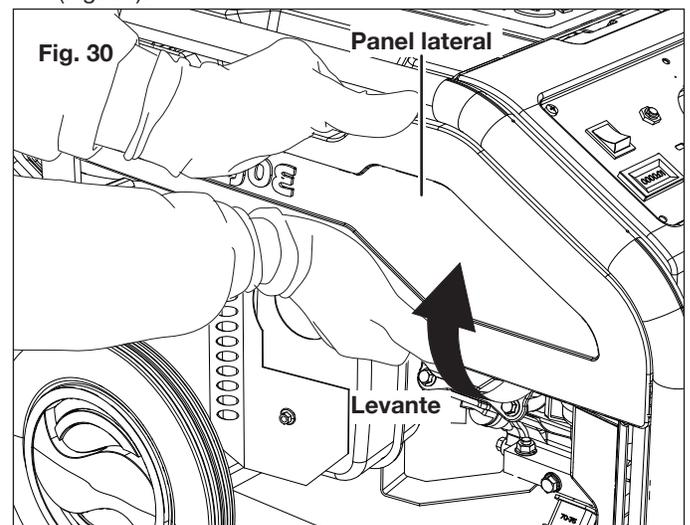

Fig. 30
1. La bujía se encuentra detrás del panel lateral izquierdo. Para alcanzar la bujía, retire el panel lateral izquierdo levantando la parte inferior del panel lateral, y sacándolo (Fig. 30).